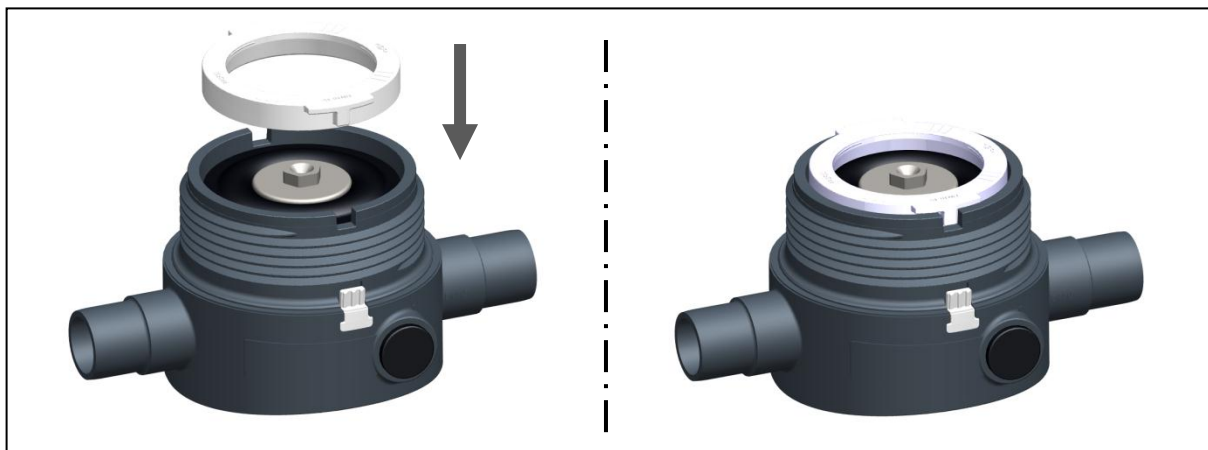

Abb. 13
- ▶ Haltering platzieren. Dabei sicherstellen, dass die beiden Nasen des Halterings in den Auskerbungen des Unterteils liegen, siehe Abb. 13